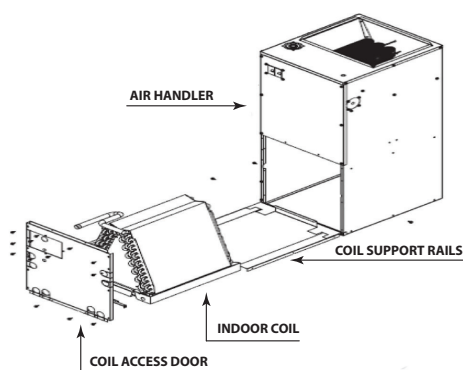

Figura 5. Desmontaje del serpentín interior
3. Retire el conjunto del serpentín interior con la bandeja de drenaje deslizándolo hacia afuera por la parte delantera de la unidad de acondicionamiento de aire como se muestra en la Figura 5.